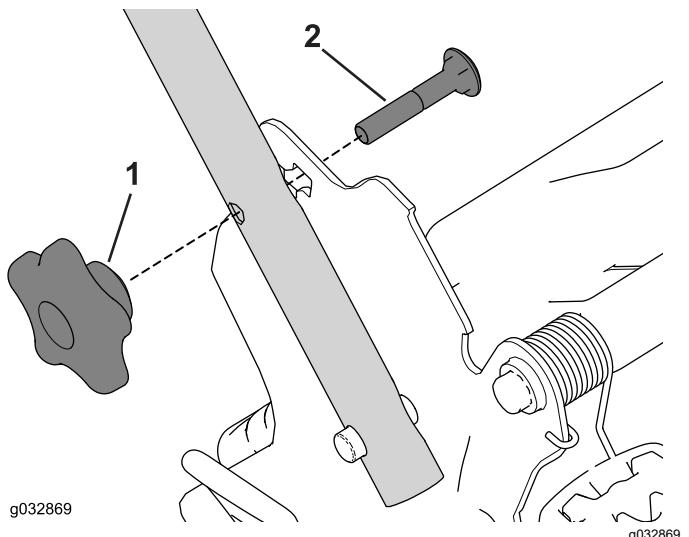

**Bild 21**
- Ziehen Sie die Elektrostarttaste (falls vorhanden) ab, siehe Bild 21.